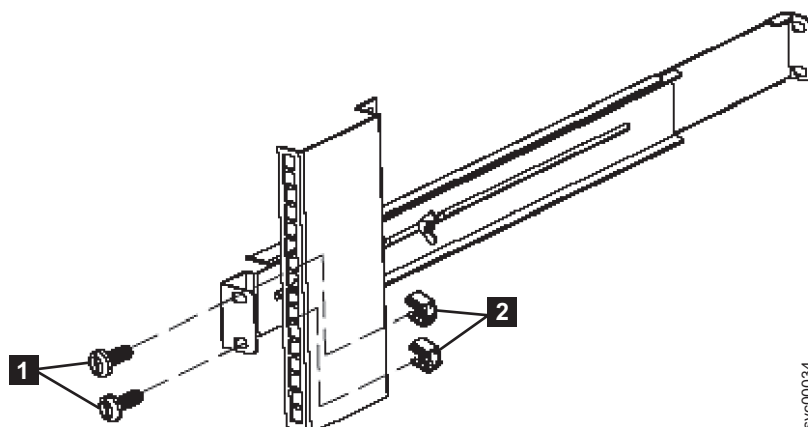

図 86. UPS 5115 の後部レールの取り外し
5. 2つの M6 × 10 ねじ (図 86 の **1**) と 2つのクリップ・ナット (図 86 の **2**) を取り外します。